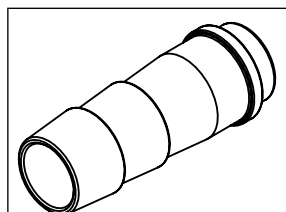

Fig. 5
- Conector de manguera diám. nominal 12 (2 unidades) véase **Fig. 5**